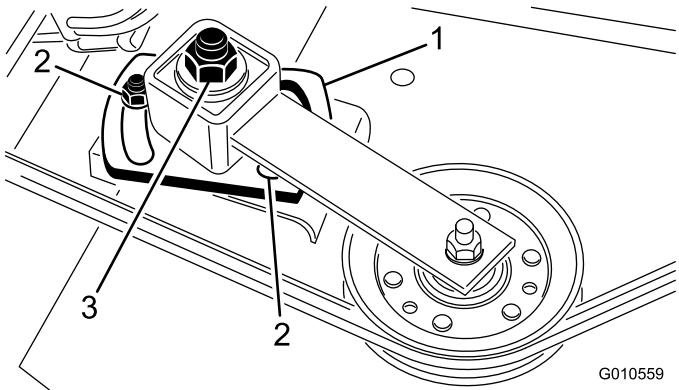

Figura 30
- Usando una llave dinamométrica con llave de tubo, apriete la tuerca de ajuste de la polea tensora a 47–54 Nm (Figura 30).